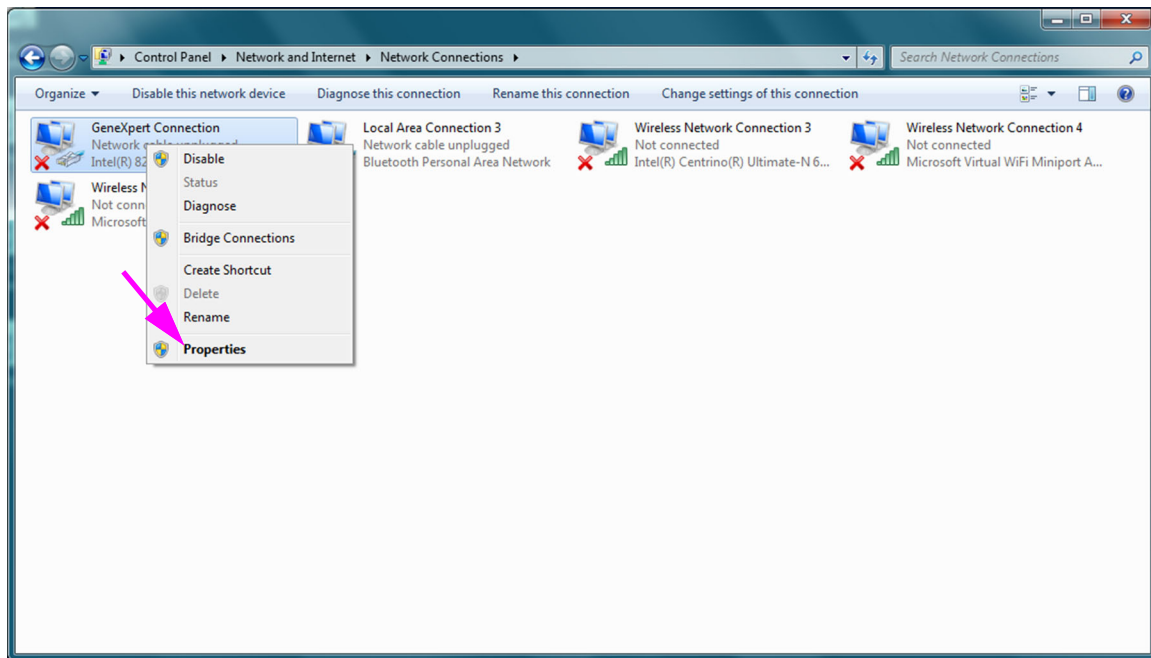

Figura 2-40. Pantalla Network Connections (Conexiones de red) con menú desplegable
6. Haga clic con el botón derecho en la opción **GeneXpert Connection (GeneXpert Connection)**. Aparece un menú desplegable. Consulte la figura 2-40.